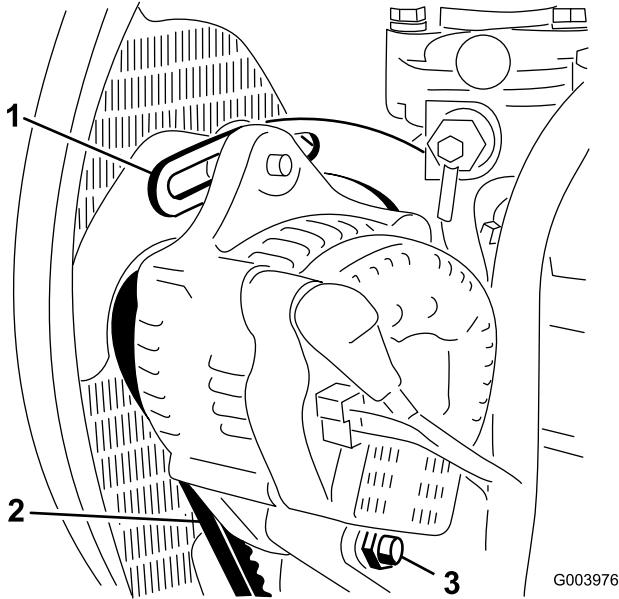

图69
2. 检查交流发电机皮带张紧力的方法：使用 10kg 的力按压交流发电机和曲轴箱皮带轮之间的皮带（图 69）中间位置。
3. 松开将皮带环形支架固定到发动机（图69）的螺栓，以及将交流发电机固定到皮带环形支架上的螺栓和枢轴螺栓。